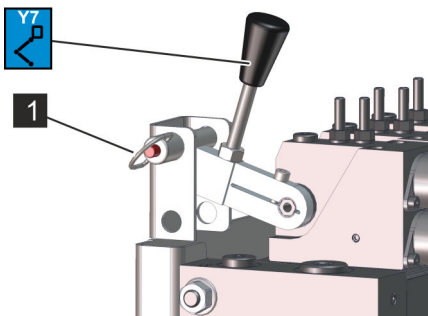

Abb. 191: Verriegelungsstift
- 12.** Den Verriegelungsstift (Abb. 191/1) entfernen und das Ventil (Abb. 191/Y7) in Mittelstellung bringen.